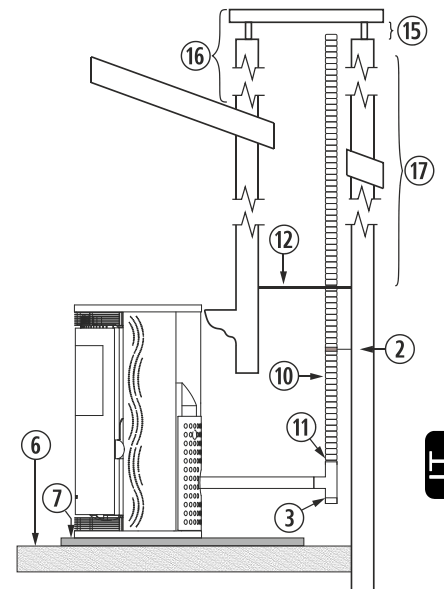

Figura 16
**4.30.** L'installazione di una stufa ad incasso in un caminetto può essere realizzata in completa totalità in un tubo flessibile, così come è indicato nella figura 16. Dobbiamo prestare speciale attenzione al momento di realizzare l'isolamento tra il caminetto e il tubo di fuoriuscita di gas per evitare possibili arretramenti di gas in caso di tormenta.
②	Collare di fissaggio in acciaio inox.
③	Giunto a "T" a 90° con filtro.
⑥	Pavimento in legno.
⑦	Protezione non infiammabile.
⑩	Tubo in acciaio inossidabile flessibile.
⑪	Manicotto d'unione tra flessibile e rigido.
⑫	Isolante anti -arretramento.
⑮	Minimo 200mm.
⑯	Deve superare di 1 metro il tetto.
⑰	Se superiore a 8m aumentare le dimensioni.